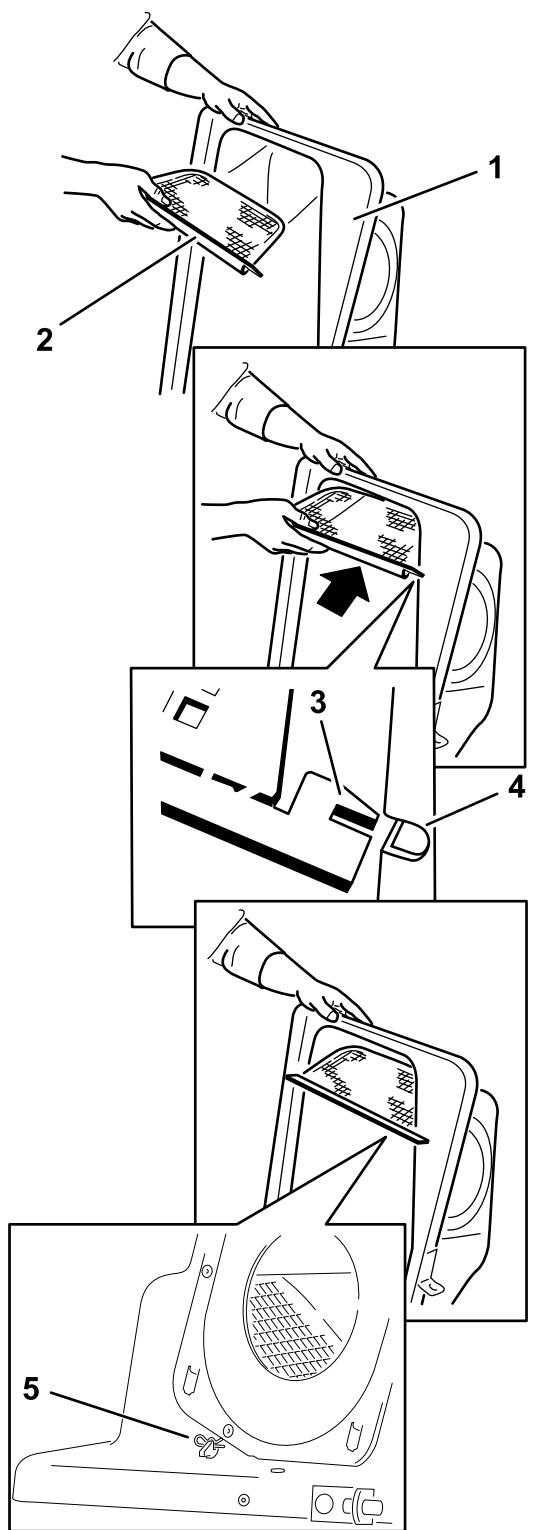

Figura 19
- Instalai ecranul aa cum se arată în Figura 19 și asigurai-vă că este înclinat în jos, spre sacii pentru colectare.